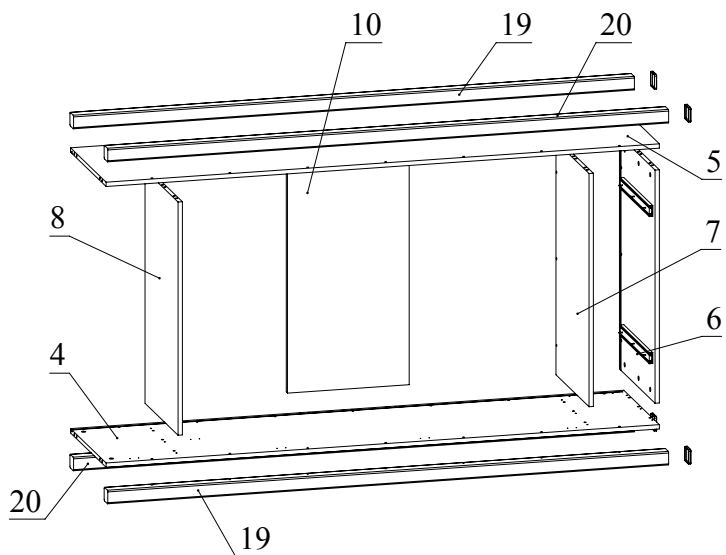

Рис.6
5. С помощью конфирматов прикрепить детали 19, 20 к деталям 4 и 5 согласно схемы (Рис. 6).
6. Установить детали 6, 7, 8, 9, 10, 12 между деталями 4 и 5 и зафиксировать, повернув конфирматным ключом головки минификсов по часовой стрелке до упора (Рис. 6).
С помощью конфирматов скрепите деталь 9 с деталями 6 и 7 (Рис. 6).
7. Установите накладки для профиль-ножек на детали 19 и 20 (Рис. 6).